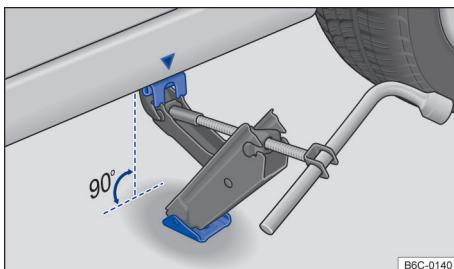

Fig. 168 Pontos de apoio do macaco e macaco posicionado no lado esquerdo traseiro do veículo.
9. Garantir que a base do macaco, com toda sua superfície, esteja sobre o chão e que a base se encontre perpendicularmente abaixo do ponto de colocação → Fig. 168.
10. Alinhar o macaco e, simultaneamente, levar a garra do macaco até ela se encaixar na travessa debaixo do veículo → Fig. 168.
- Posicionar o macaco somente nos pontos indicados. A garra do macaco deve se encaixar no perfil da longarina de forma segura → Fig. 168.